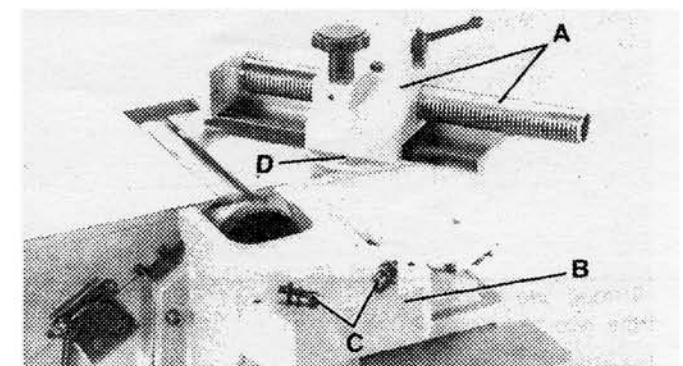

FIGURE 9
1. Fixez le chariot du guide (A) Fig. 9, au support de montage (B) en utilisant deux boulons à tête cylindrique, rondelles à ressort, et rondelles (C) à travers des trous du guide. Un des trous (D) est illustré.